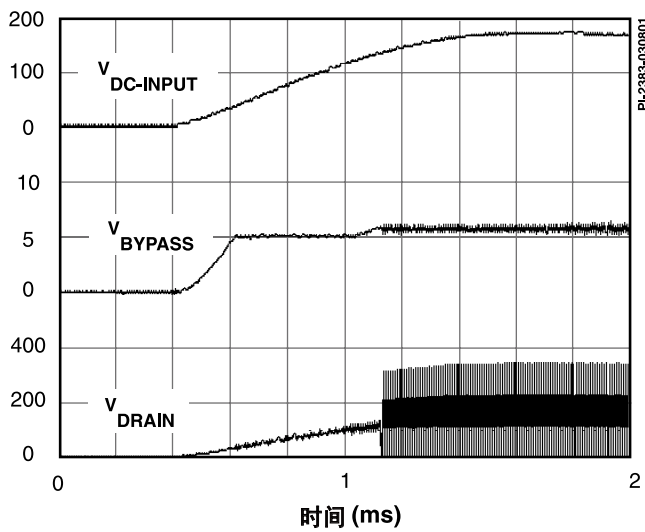
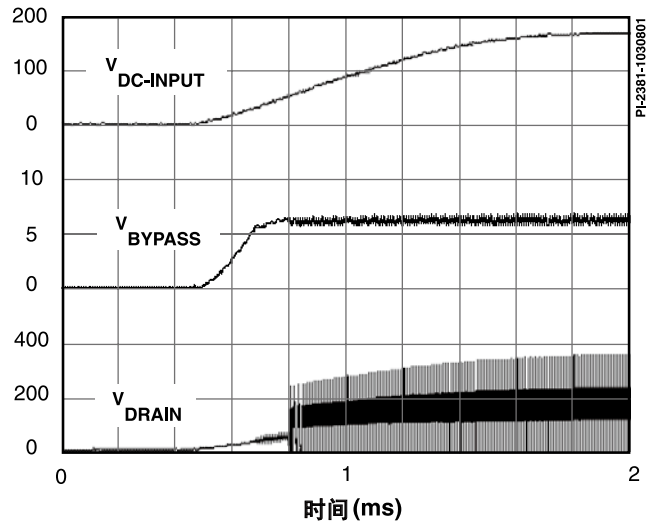

图 10. 使用连接到EN/UV引脚的可选外部UV电阻(4 MΩ)的通电状态
图 11. 未使用连接到EN/UV引脚的可选外部UV电阻(4 MΩ)的通电状态
*TinySwitch-III*的旁路/多功能引脚上仅需要一个 $0.1\ \mu\text{F}$ 的电容即可实现标准的电流限流。由于容量很小，电容的充电时间极短，通常为 $0.6\ \text{ms}$ 。充电时间与选择了不同电流限流的相应旁路/多功能引脚电容值成正比。由于开/关反馈的高带宽，电源输出无过冲。当在直流输入正极与EN/UV引脚间连接一个外部电阻( $4\ \text{M}\Omega$ )，在通电期间功率MOSFET开关将被延迟，直到直流电压超过阈值( $100\ \text{V}$ )之后。图10及图11显示了EN/UV引脚在有外接电阻及没有外接电阻( $4\ \text{M}\Omega$ )的应用中，*TinySwitch-III*的通电时序波形。